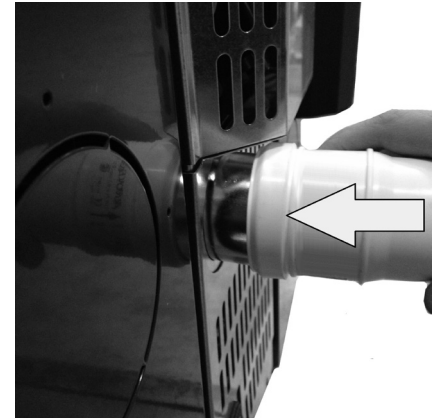

Fig. 14 - Phase 3
- Leitung mit Außengewindeanschluss \varnothing 6 cm einsetzen (siehe Fig. 14).